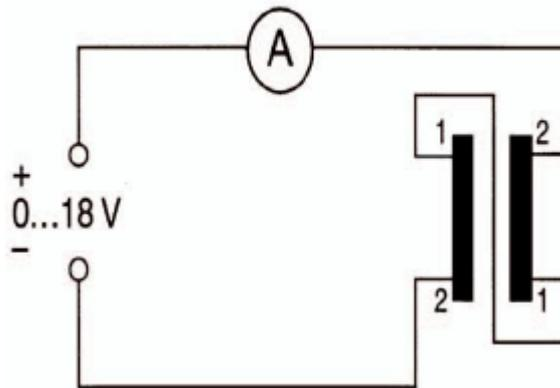

Figura 3: Alimentación de las bobinas de Helmholtz.
2. Conecte la alimentación eléctrica de las bobinas de Helmholtz de acuerdo al esquema mostrado en la Figura 3.